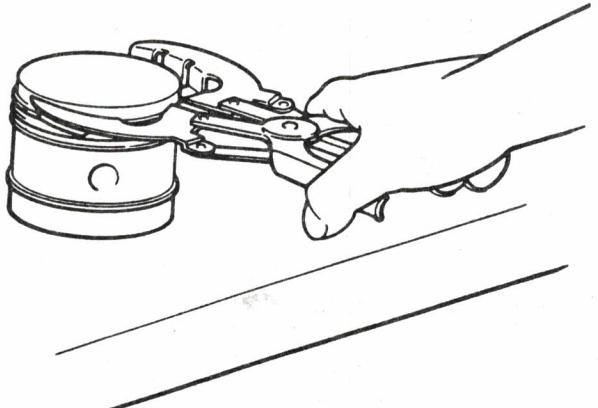

Bild 20 Kolbenring-Ausbau,
- Kolbenringe der 1. Druckstufe mit Kolbenringzange (1/4), die der 2. und 3. Druckstufe mit Kolbenringzange (1/5) vom Kolben entfernen (Bild 20 bzw. 21).